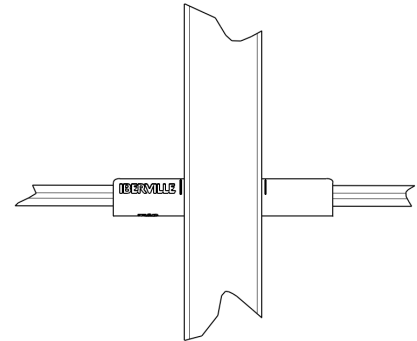

Figure 3
3. Mettre le protecteur cylindrique en place dans le trou du montant à l'aide d'un marteau jusqu'à ce qu'il soit centré. Les lignes guides du protecteur devraient être visibles de chaque côté du montant (Figure 3). Les fentes ne doivent jamais faire face à la surface avant du colombage.